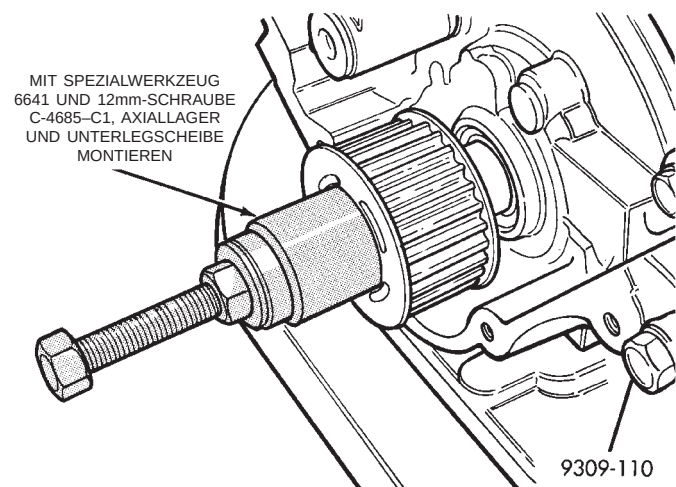

Abb. 81 Kurbelwellenrad—Einbau
- (3) Kurbelwellenrad mit Spezialwerkzeug 6641 und C-4685-C1 (Abb. 81) montieren.
- (4) Steuerriemen einbauen.